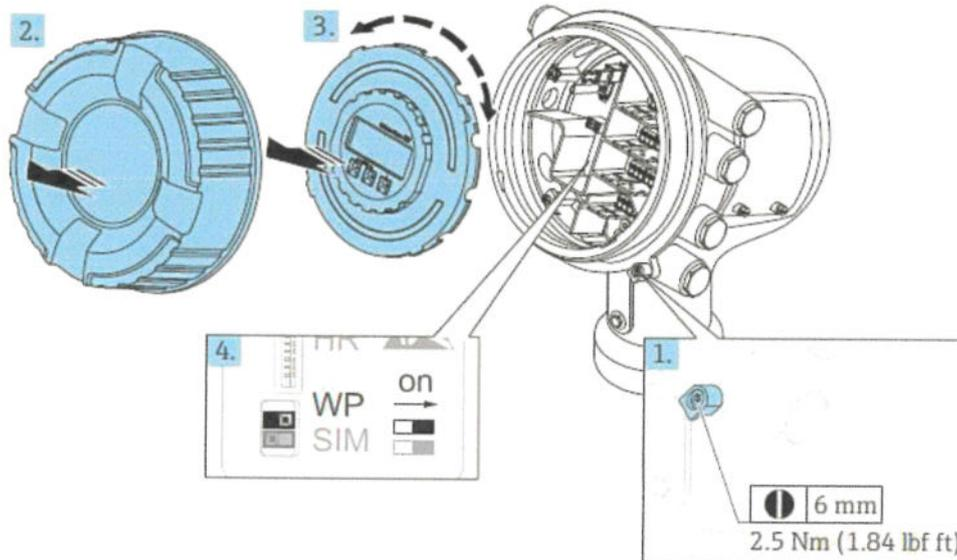

Abbildung 20: Versiegelung durch Umlegen des Eichschalters
Die Versiegelung des Radars NMR8x erfolgt über den in Abbildung 20 gekennzeichneten Schreibschutzschalter (WP).